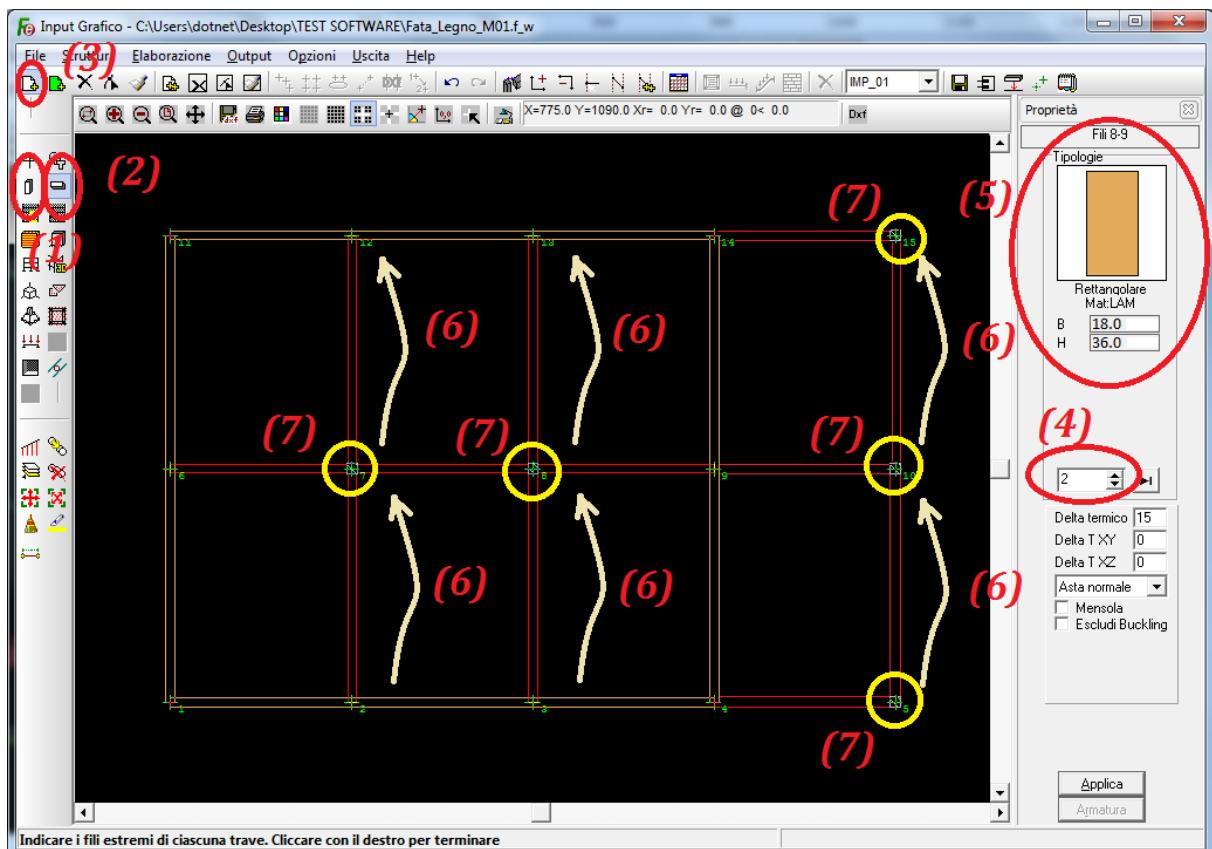

Figura 17
Per procedere con l'inserimento dei pilastri e delle travi e con riferimento alla figura 17 cliccare sul tasto ‘Travi’ (2) e di seguito sul tasto ‘Introduci’ (3). Nel selettore delle sezioni (4) optare per la tipologia N. 2 (18x36) e controllare che l’anteprima (5) venga aggiornata sulla base delle scelte effettuate. Spostare (6) il cursore in prossimità del Filo Fisso N. 2. Appena il cursore ‘catturerà’ il Filo Fisso cliccare e rilasciare il tasto sinistro del mouse e cliccare e rilasciare sempre il tasto sinistro in sequenza diretta in corrispondenza dei fili fissi 7 e 12. Ripetere la sequenza (6) anche per le travate 3-8-13 e 5-10-15. Sempre con riferimento alla figura 17 per l'inserimento delle colonne in legno cliccare sul tasto ‘Pilastri’ (2) e di seguito sul tasto ‘Introduci’ (3). Nel selettore delle sezioni (4) optare per la tipologia N. 1 (24x24) e controllare che l’anteprima (5) venga aggiornata sulla base delle scelte effettuate. Spostare (7) il cursore in prossimità del Filo Fisso N. 7. Appena il cursore ‘catturerà’ il Filo Fisso cliccare e rilasciare il tasto sinistro del mouse per collocare il